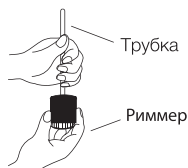
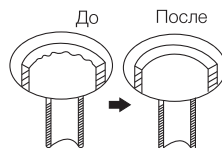

Рис. 1
Рис. 2
- Рimmer удалите неровности на конце медной трубки, держите ее изгибом вниз, чтобы медная стружка не попала внутрь (Рис. 1, Рис. 2).